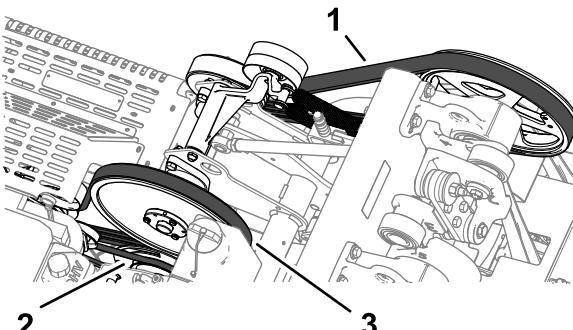

Figura 164
2. Inspecione as correias da bomba hidráulica, do contraeixo e da cambota (Figura 164) enquanto a danos, desgaste, fissuras ou grandes detritos.